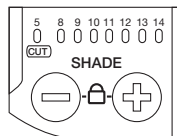

Fig. 11a, filtro ADF G5-01
- a. Se encuentran disponibles siete u ocho configuraciones de sombra diferentes (filtro ADF G5-01 o filtro ADF G5-01VC, respectivamente), divididas en dos grupos, CUT 5 y 8-13 u 8-14, respectivamente. Para ver la configuración de sombra actual, presiona y suelta rápidamente el botón SHADE (SOMBRA) + o -. El número de sombra actual destellará. Para cambiar la sombra, presiona el botón + o - repetidamente para mover el LED que destella hacia arriba o hacia abajo hasta llegar a la sombra deseada. El filtro ADF alternará entre SHADE 3 (SOMBRA 3) y la sombra deseada (Fig. 11a y 11b).